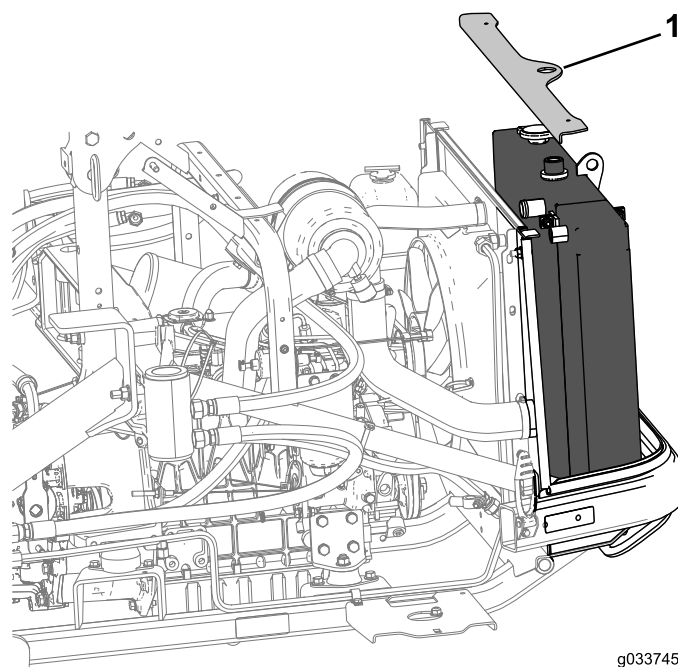

Figure 2
4. Déposez le support de radiateur, desserrez la tuyère de ventilateur et basculez le radiateur en arrière sur ses supports inférieurs (Figure 2).